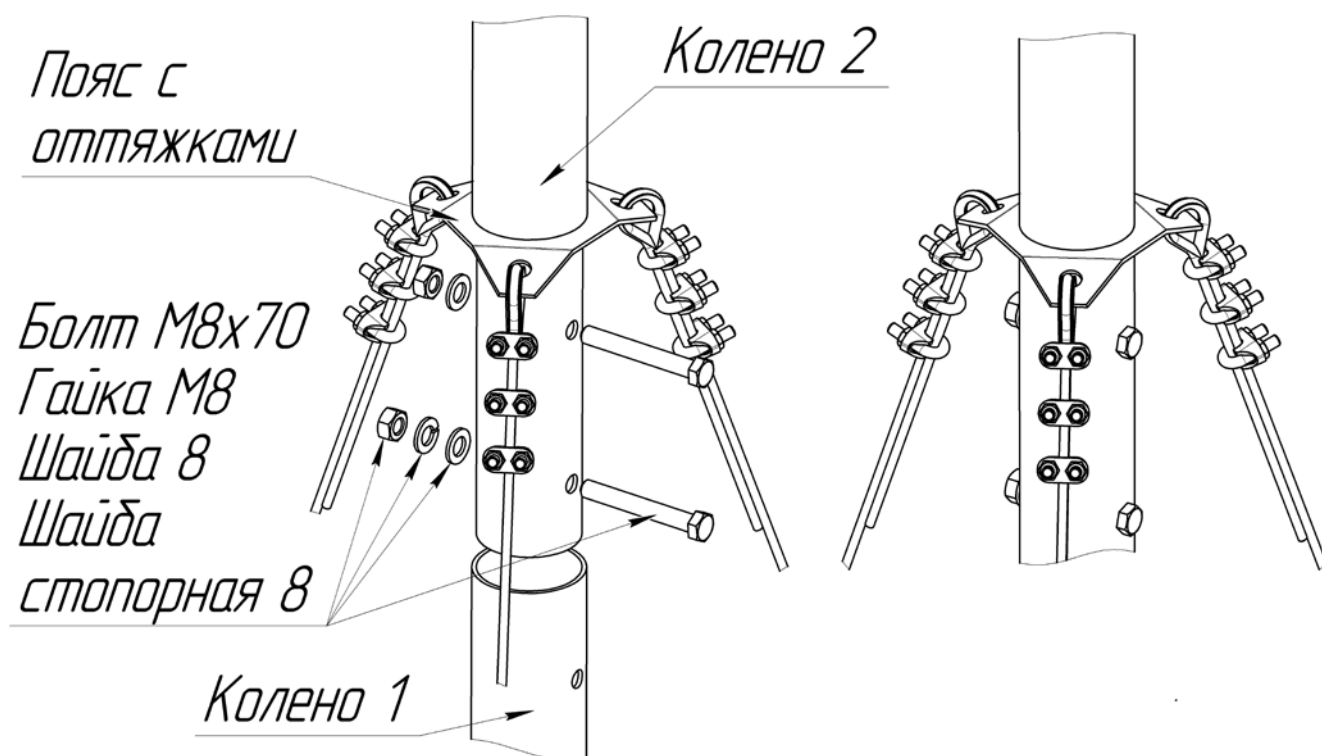

Рисунок 5 – Сборка колена 2 и колена 1
6.1.7 Установить колено 1 на соединительную втулку подпятника (рисунок 5).
6.1.8 Надеть пояс с оттяжками на соединительную втулку колена 2 (рисунок 5).